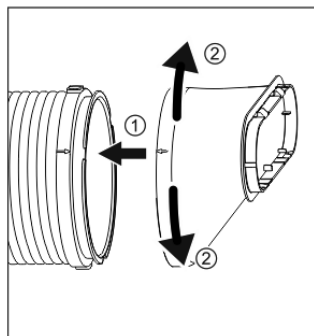

Fig. 2
1.Connectez de la même manière la sortie du tuyau et le tuyau ; (Fig. 2))